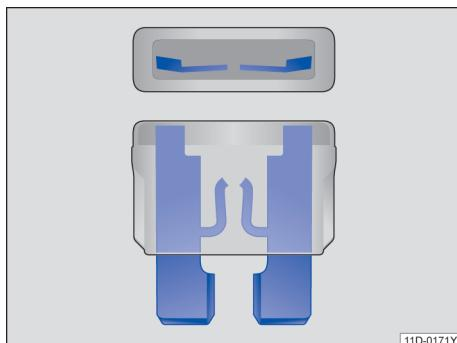

图 147 烧断的保险丝：扁平插入式保险丝
- 烧断的扁平插入式保险丝 (ATO[®]、MINI[®]、MAXI+[®]) 可从上面和侧面透过透明外壳通过熔断的金属条来识别→图 147。